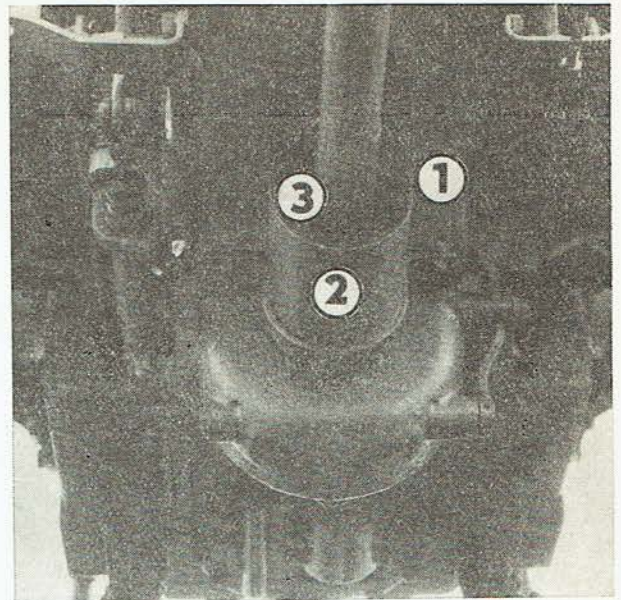

Abb. 163
1. Zwei Muttern M 6 (Abb. 163/1) sind von den Schrauben der Kreuzgelenkabdeckung abzuschrauben und die Abdeckung (Abb. 163/2) samt Beilageplatte (Abb. 163/3) ist abzunehmen.